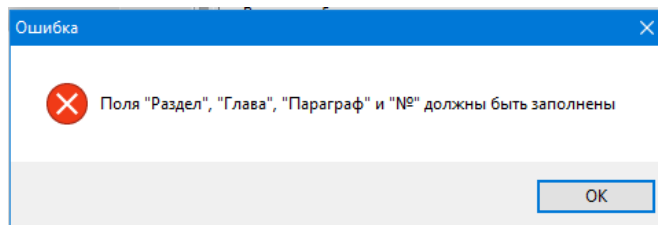
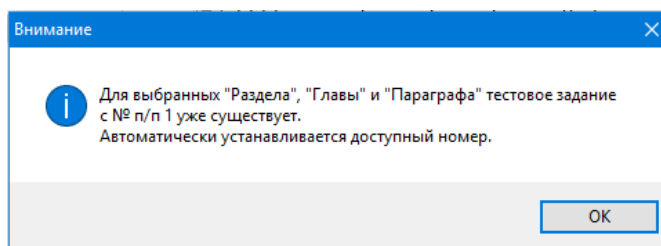

Рисунок 3.20 Сообщение об отсутствии значений в полях
Рисунок 3.21 Сообщение конфликте введённых значений
- поля «Раздел», «Глава», «Параграф» и «№п/п» - числовые и обязательны для заполнения, поэтому если к моменту завершения ввода вопроса какое-то из них не будет заполнено, то при нажатии кнопки «Подтвердить редактирование» на панели навигации будет выдано соответствующее сообщение (Рисунок 3.20). Кроме того, если окажется, что все 4 числа уже используются (т.е. в базе данных существует вопрос с таким набором ключевых полей), то будет выдано соответствующее сообщение (Рисунок 3.21) и для поля «№п/п» автоматически сформируется допустимое значение;